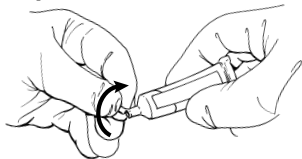

ABBILDUNG 2
- 4a. Brechen Sie die Spitze der Geltube ab (siehe Abbildung 2).